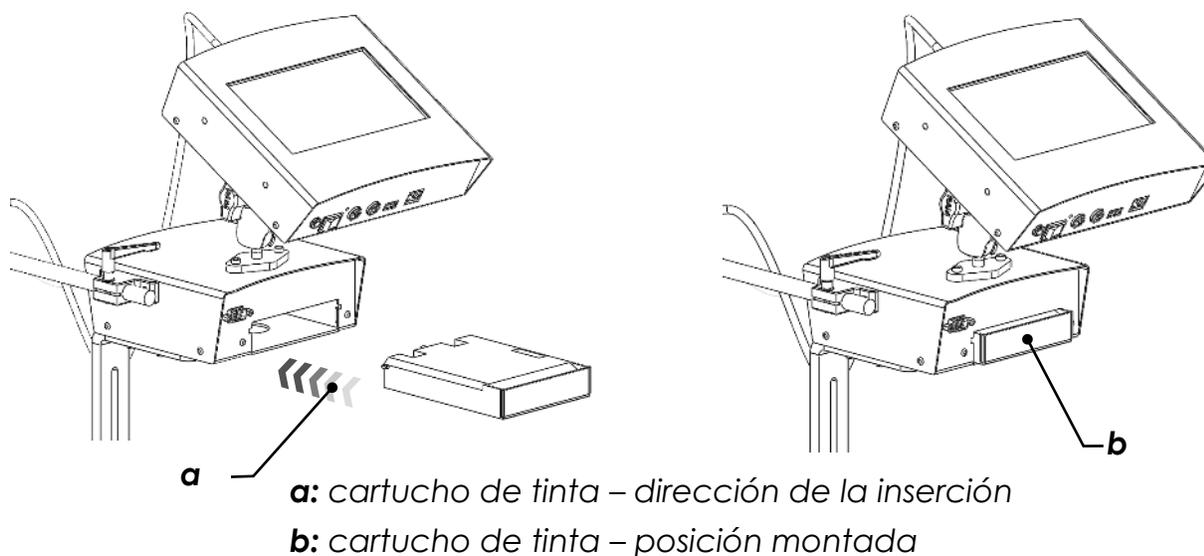

Figura 40
- Introduzca el cartucho en la unidad hasta que esté dentro del sistema de tinta y bien sujeto (vea Figura 40).